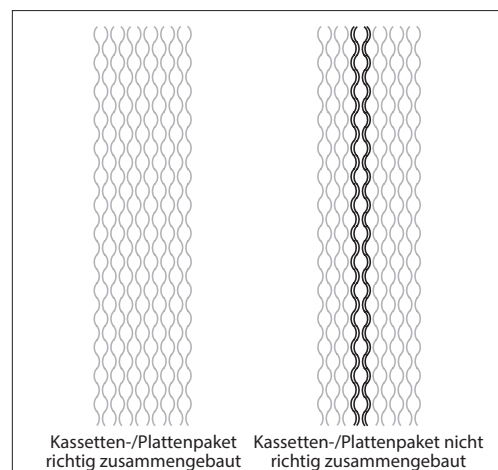

Abb. 13 Richtig/Falsch zusammengebautes Plattenpaket
- Das Muster der Kanten der Platten/Kassetten auf Gleichförmigkeit überprüfen (siehe Abb. 13)